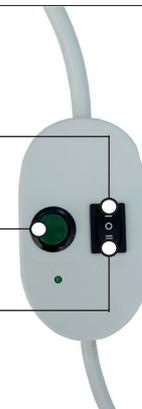

Abb.4: Justierschalter Art. 125400
- 2 Den Motor in Laufrichtung AUF mit Hilfe des Justierschalters in Bewegung setzen. Nachdem der Motor angefahren ist, die schwarze Einstell taste (Taste 1, Abb.4) drücken und gedrückt halten bis die gewünschte obere Endlage erreicht ist. Durch Loslassen der schwarzen Taste bestätigen Sie den Endpunkt.
- 3 Nun den Motor in Laufrichtung AB mit Hilfe des Justierschalters in Bewegung setzen. Nachdem der Motor angefahren ist, die schwarze Einstell taste (Taste 1, Abb.4) drücken und gedrückt halten bis die gewünschte untere Endlage erreicht ist. Durch Loslassen der schwarzen Taste bestätigen Sie den Endpunkt.